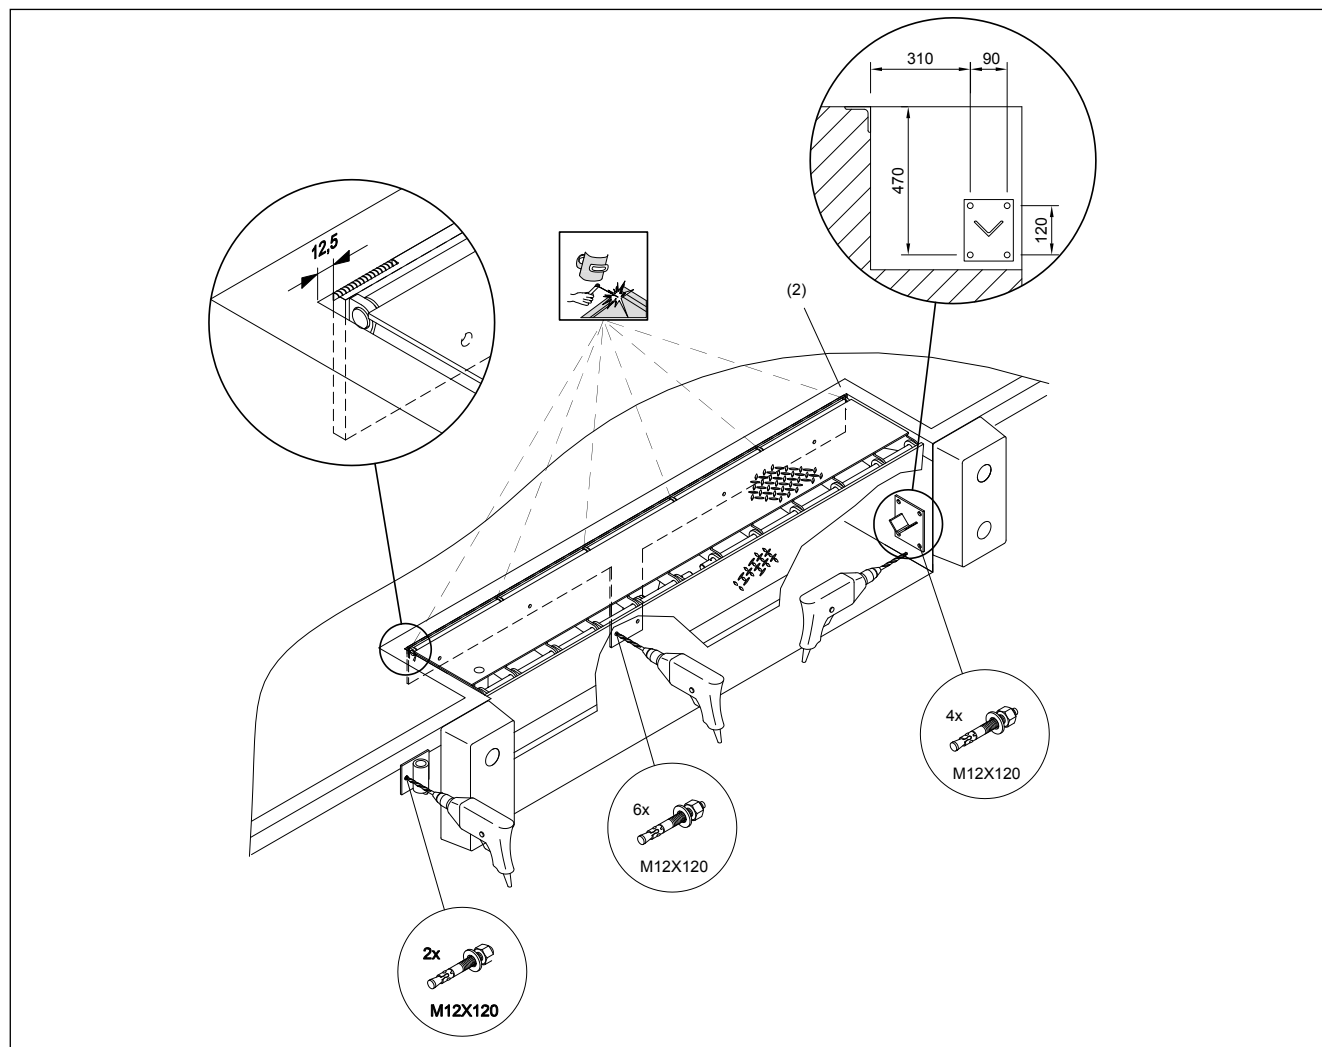

Рис. 1: Конструкция MLS для монтажа сваркой в подготовленный приямок
6.3.1 Тип MLS: монтаж сваркой в заранее подготовленный приямок, см. Рис. 1